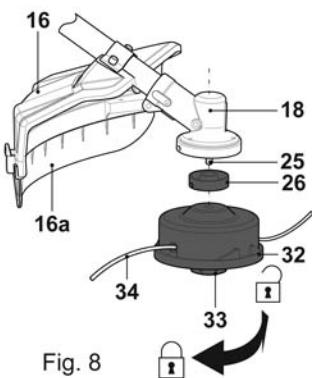

Fig. 8
- > Introduceți și înfiletați contrapiulița cu insertie de nylon ca în imagine (Fig. 8).